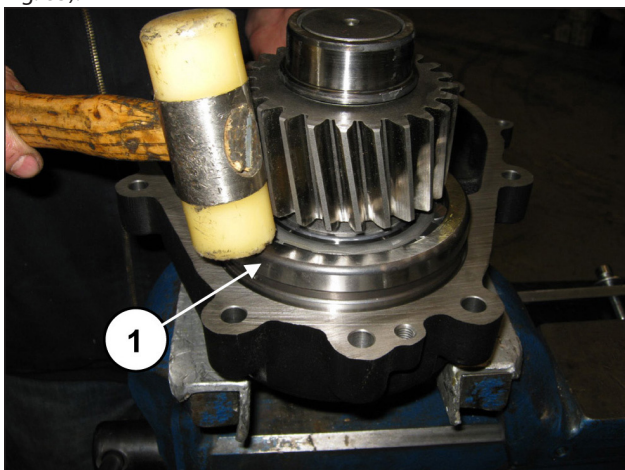

Fig. 85
Introducir el piñón premontado en el alojamiento de la tapa del reductor utilizando una herramienta de percusión (pos. ①, Fig. 85).